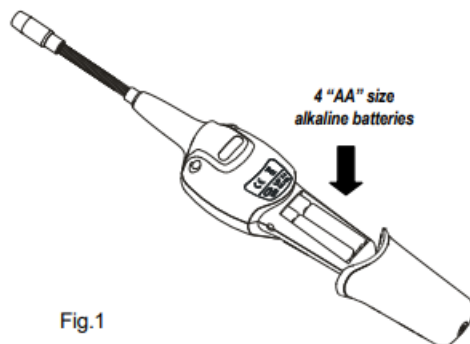

Fig.1
- Odvijte vijak ter odstranite pokrovček za baterije, kot je prikazano na sliki (Fig. 1).